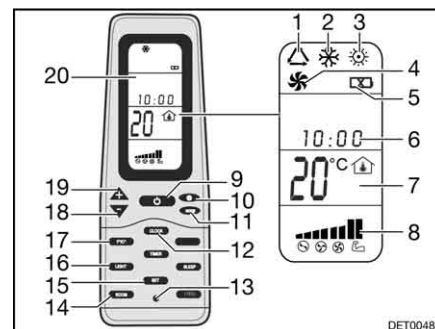

Bild 145 Fernbedienung
- Die Taste ON/OFF (Bild 145,9) drücken.
- Die Taste "Mode" (Bild 145,11) so oft drücken, bis die gewünschte Betriebsart (Bild 145,1, 2, 3 oder 4) auf dem Display (Bild 145,20) angezeigt wird.
- Mit den Tasten "+" (Bild 145,19) und "-" (Bild 145,18) die gewünschte Temperatur einstellen.
- Mit der Taste Lüftergeschwindigkeit (Bild 145,10) die gewünschte Lüfterstufe wählen.